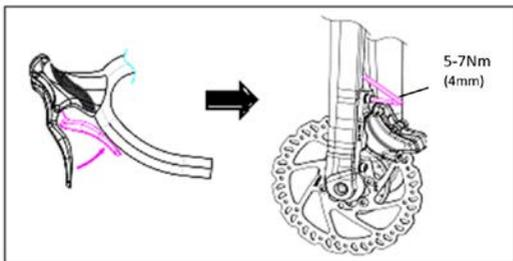

図 G-2 ブレーキレバーを引く、および、キャリパーを 5 ~ 7 Nm で締め付ける
- ・ キャリパーを位置合わせするには、自転車の取扱説明書に従って、しっかりと車輪を取り付け、しっかりとブレーキレバーを引き、ローター上のセルフ位置合わせにキャリパーを保持し、キャリパー取り付け付けボルトを 5 ~ 7 Nm のトルクで締め付けます (図 G-2)。